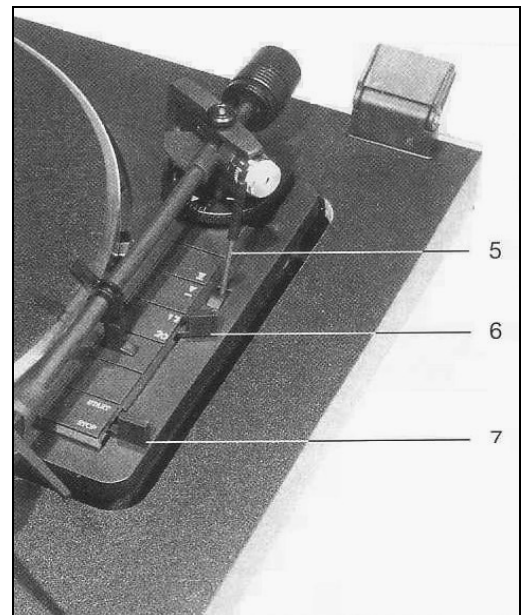

Fig.11
Mit dem Schalter (6) rechts neben dem Tonarm kann der Plattendurchmesser auf 17 cm (Single) und 30 cm (LP) eingestellt werden. Dies ist nur bei automatischem Start notwendig (Fig. 11).
Schieben Sie den Schalthebel (7) auf **Start** und der Tonarm setzt automatisch auf der Schallplatte auf. (Fig. 11)
Der Plattenteller dreht sich weiter. (Fig. 11)
Am Ende der Schallplatte wird der Tonarm automatisch zur Tonarmstütze zurückgeführt und das Gerät abgeschaltet. Sie können den Plattenspieler auch abschalten, indem Sie den Schalthebel (7) auf **Stop** schalten, oder den Lifthebel (5) in Stellung ▼ bringen und den Tonarm von Hand auf die Tonarmstütze zurückführen. (Fig. 11)